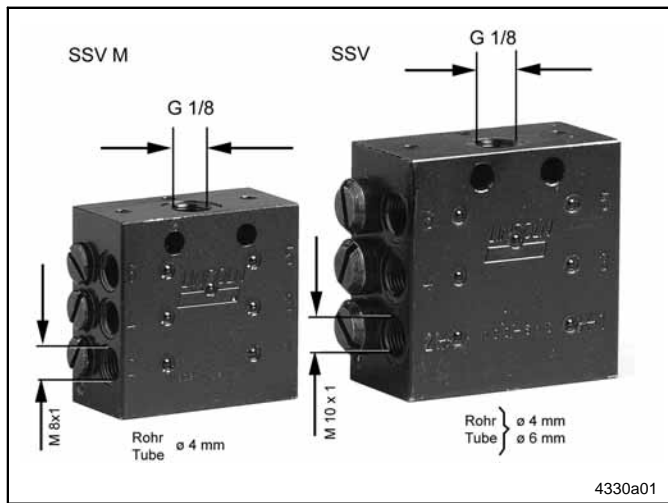

Abb. 11 Unterschiede zwischen SSV M- und SSV-Verteiler
- Die Progressiv-Verteiler SSV M und SSV arbeiten in gleicher Weise. Sie unterscheiden sich außer an den äußeren Abmessungen (siehe unter Abmessungen) noch in den nachfolgend aufgeführten Daten, siehe auch Abb. 11: